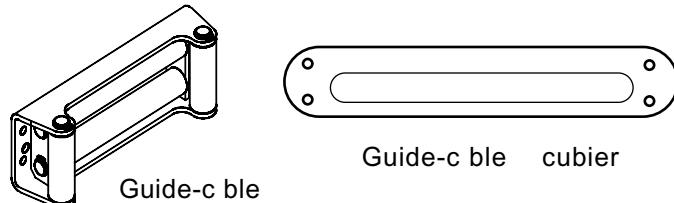

Fig. 8
5. Ajouter un guide-câble au treuil diminuera l'usure du câble métallique au cours des tractions angulaires (voir la fig. 8). Les roulements atténueront le frottement et l'abrasion sur le câble métallique.